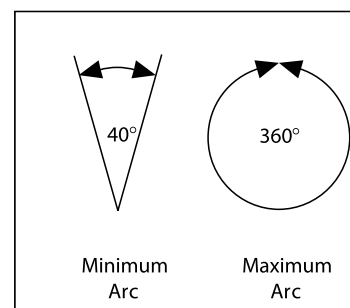

Рис. 4.
3. Задвиньте нужную форсунку в гнездо. Обратите внимание, что форсунка располагается под углом в 25°. “Ушки” форсунки должны располагаться сверху (рис. 4). Затяните регулировочный винт.